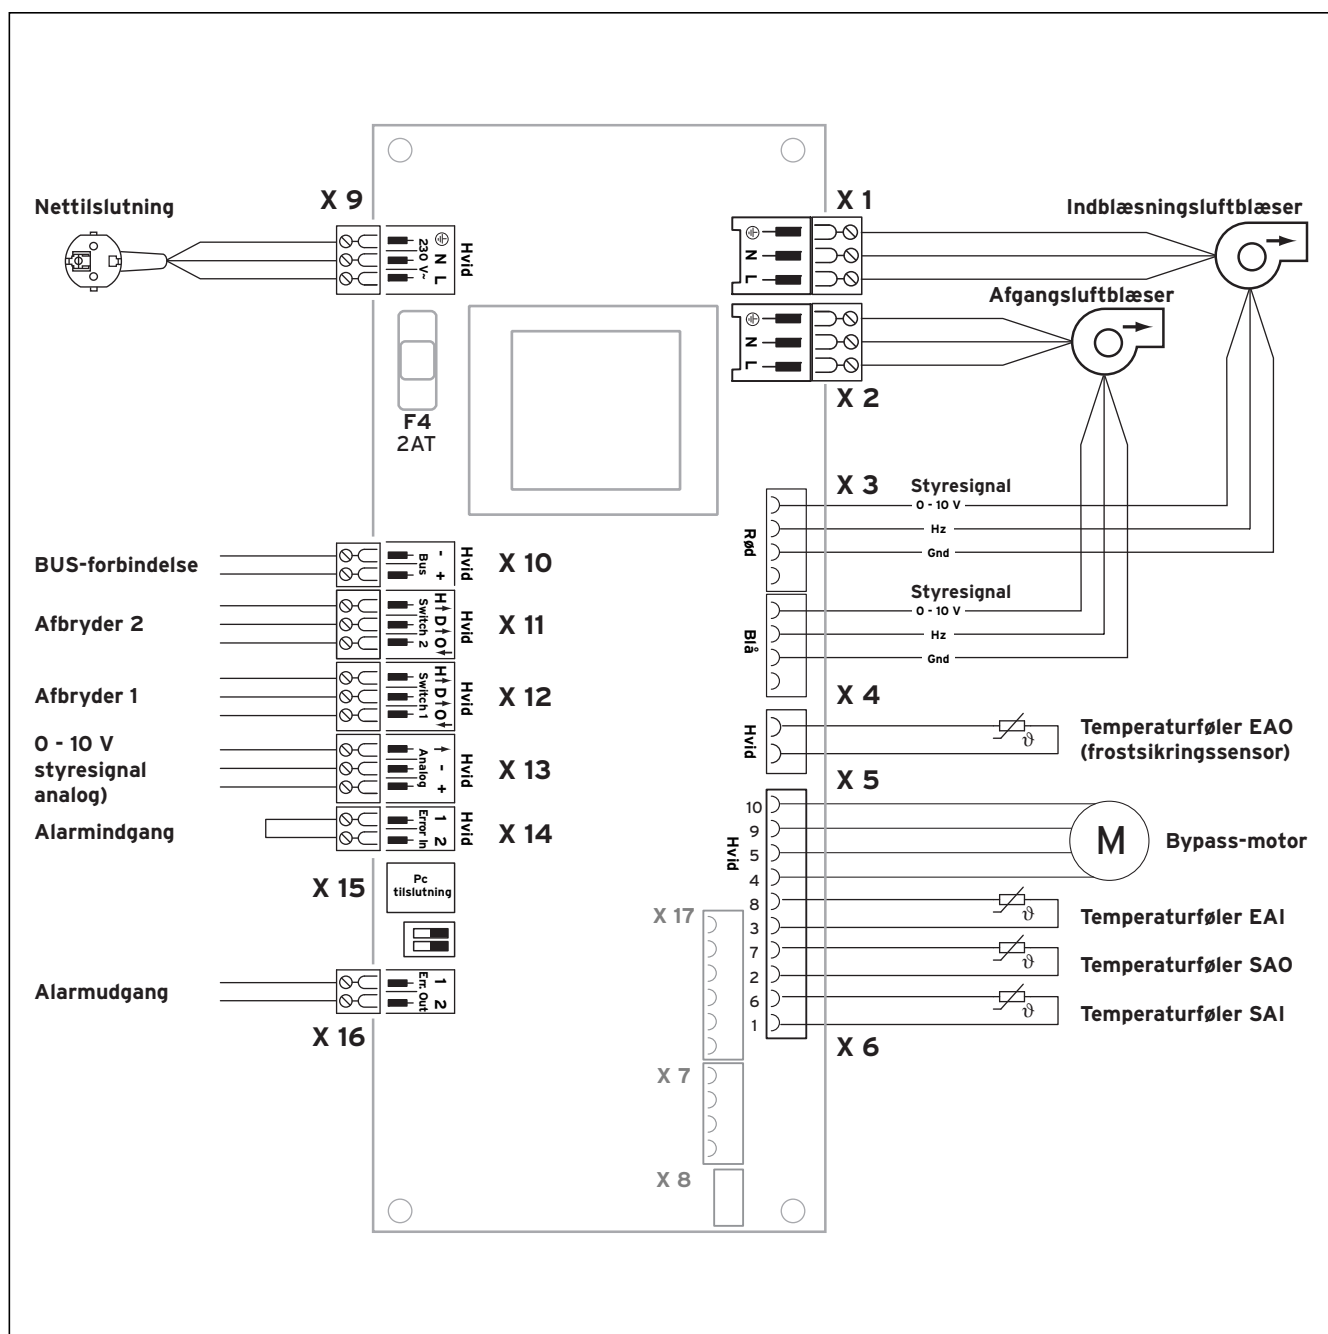

Fig. 4.14 Ledningsdiagram
- Tilslut ledningerne til tilslutningen "X 14" (alar mindgang) iht. fig. 4.14 "Ledningsdiagram".
- Tilslut ledningerne til tilslutningen "X 16" (alarmudgang) iht. fig. 4.14 "Ledningsdiagram".